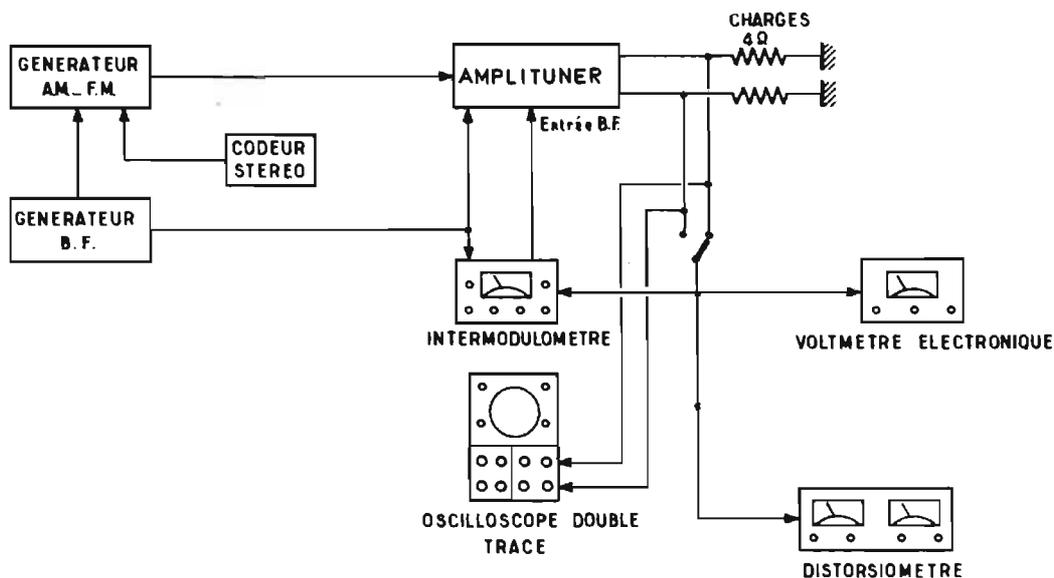

Fig. 8
**MESURES (installation fig. 8).** Les caractéristiques sont toutes bien respectées, et nous avons fait délivrer aux amplificateurs la puissance nominale pendant trois heures avant de relever les chiffres ci-après.